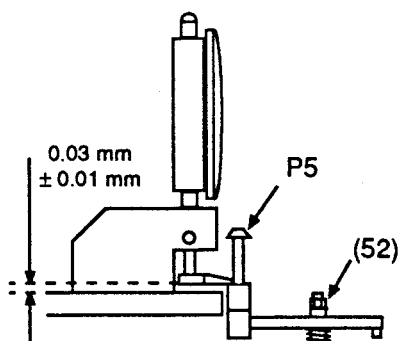

Fig. 32
- Place the Dial Height Gauge as shown in Fig. 32 onto the lower guide collar of the Tape Pull-out Bolt P5 and adjust the nut (52) until the pointer of the Dial Height Gauge indicates $0.03\text{mm} \pm 0.01\text{mm}$.
- Accostare il misuratore al collare inferiore del perno P5 (fig. 32) e ruotare il dado (52) finché il misuratore indica l'altezza prevista ($0,03\text{mm} \pm 0,01\text{mm}$).